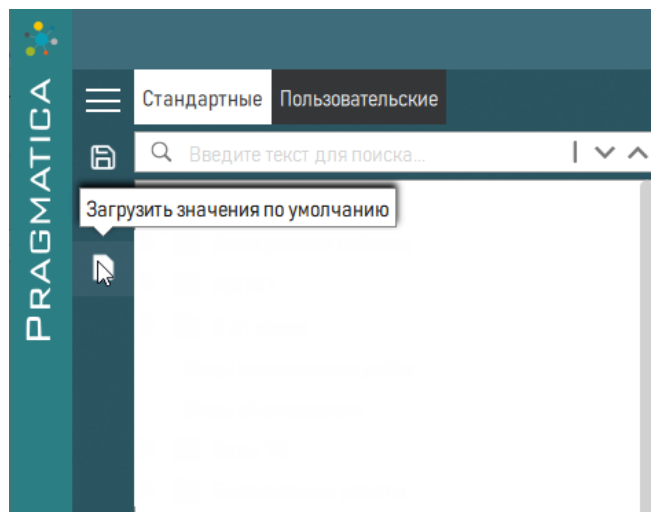

Рисунок 6 – Выбор «Загрузить значения по умолчанию»
- 1) На рабочей панели нажать кнопку  «Загрузить значения по умолчанию» (рисунок 6).